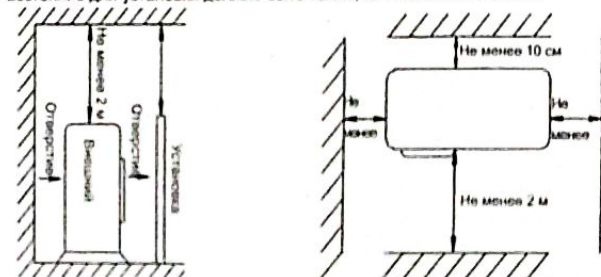

Рис. 2
- Расстояние для установки должно быть таким, как показано на Рис. 2.